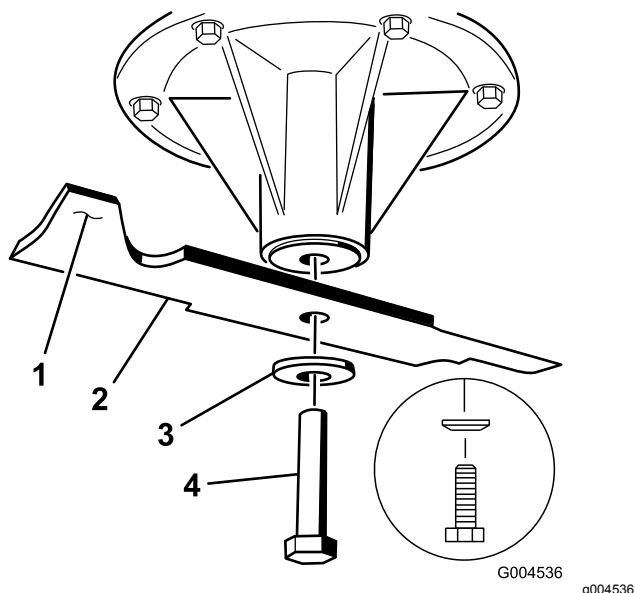

Figure 83
2. Enlevez de l'axe, le boulon, la rondelle bombée et la lame (Figure 83).
3. Si la lame est déséquilibrée, limez un peu l'extrémité de la partie relevée seulement (Figure 83).